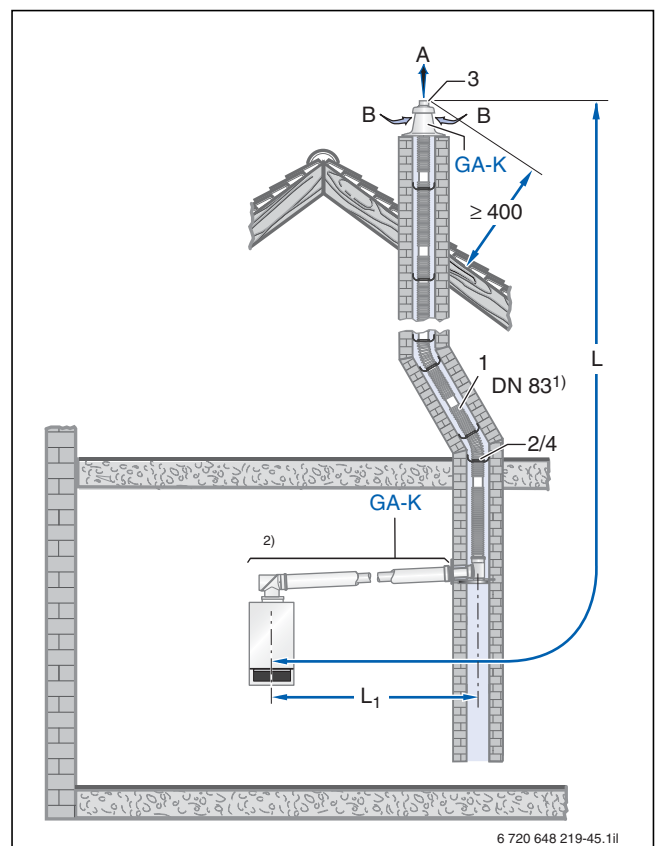

Bild 109 Montagevariante (Maße in mm)
Für Logamax plus GB182i (K) ist der Bausatz ÜB-Flex nur in Verbindung mit dem Bausatz GA-K verwendbar (→ Bild 109).
Tab. 48 Maximal zulässige Gesamtbaulänge der Abgasleitung beim Bausatz ÜB-Flex in Verbindung mit dem Bausatz GA-K (→ Bild 109)